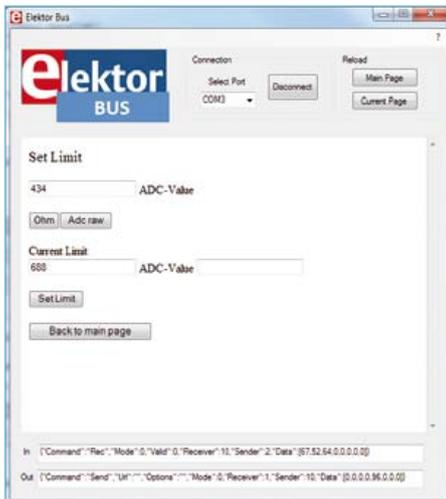

Bild 7. Grenzwert-Überwachung: Alles ist plattformunabhängig in HTML und Javascript realisiert.
- die Werte des Fotosensors in der Textbox angezeigt. Mit den darunter befindlichen Buttons kann man die Einheit zwischen ADC-Wert (0..1023) und Ohm umschalten. Die Alarm-Anwendung wurde dagegen auf ein zweites Formular ausgelagert, um den Einsatz des „Url“-Commands zu demonstrieren (Bild 7).